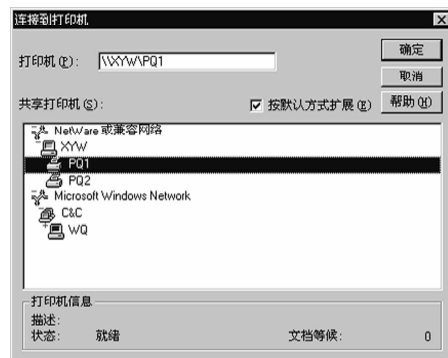

图 17
①添加打印机。在扮演“NetWare 网关服务”的 Windows NT Server 4.0 服务器上选择“我的电脑”中的“打印机”，在出现的“打印机”窗口中双击“添加打印机”图标；②在安装向导的提示下进行有关设置工作。其中选择“网络打印机服务器”方式，单击“下一步”后出现图 17 所示的对话框，“共享打印机”列